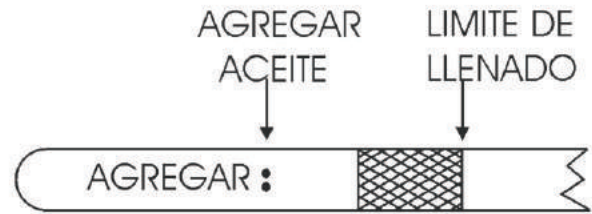

Figura 11. Varilla medidora
4. Si el nivel de aceite es bajo, añada aceite a través del espacio para llenar, **NO** llene de más. Llene al nivel operativo normal, como se muestra en la varilla (Figura 11). Verifique que el nivel de aceite se mantiene entre las dos marcas, como se muestra en la Figura 11. Siempre llene con aceite SAE-30.